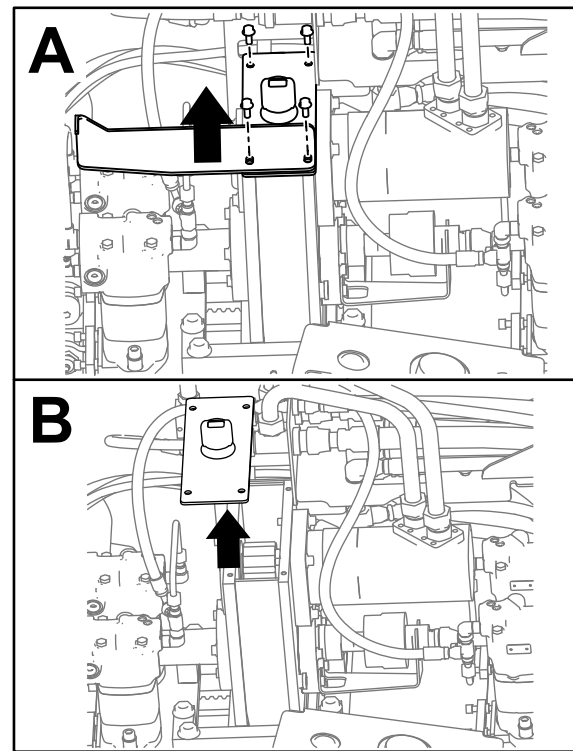

Figura 135
3. Retire los 4 pernos de la placa del protector y de la caja de engranajes (Figura 135, A).
4. Retire la placa del protector (Figura 135, A).
5. Retire la tapa de la caja de engranajes y extraiga el aceite con sifón (Figura 135, B).
9. Vuelva a colocar el protector en su lugar e instale los 2 pernos (Figura 135 , A).
10. Instale los otros 2 pernos que sujetan la tapa a la caja de engranajes (Figura 135, A).